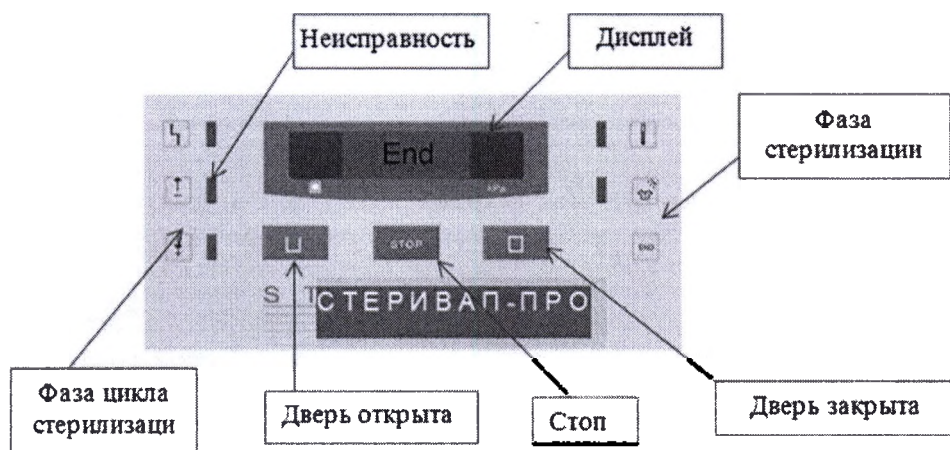

Рисунок 2. Вид индикации со стороны выгрузки материала
1.6.2. Со стороны выгрузки материала (рисунок 2).